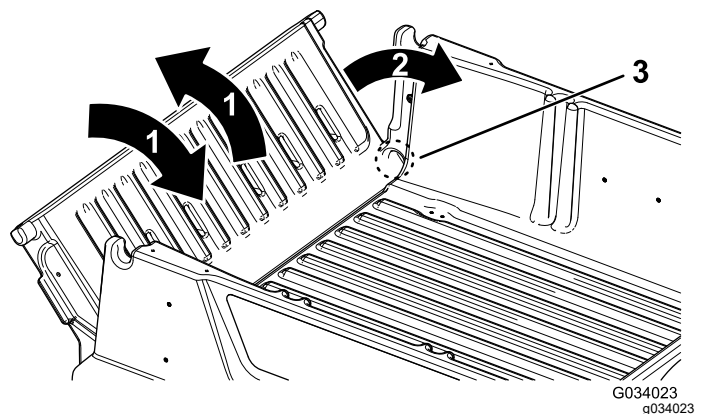

Figura 18
2. Rode a porta traseira para a posição de aproximadamente 45° (Figura 18).
- Com um movimento breve e oscilante, rode a porta traseira para trás e para a frente várias vezes (Figura 18).